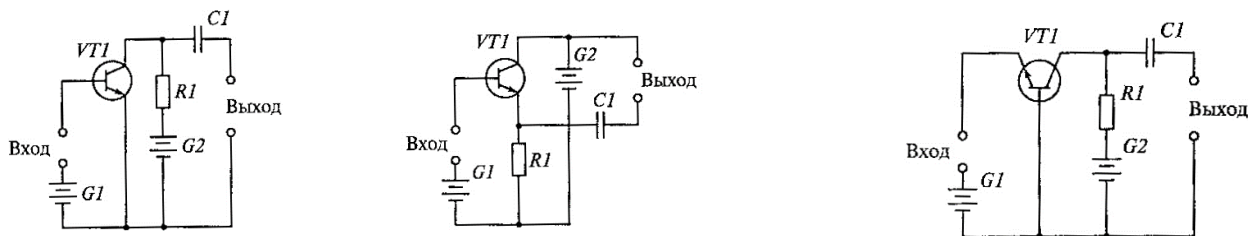

Рис. 5. Три способа включения транзистора
19. На рис. 5 приведены три возможные схемы включения транзистора в усилительных каскадах: с общим коллектором (ОК), с общей базой (ОБ) и с общим эмиттером (ОЭ).
Укажите правильную последовательность схем расположения (слева направо) на рис. 5: